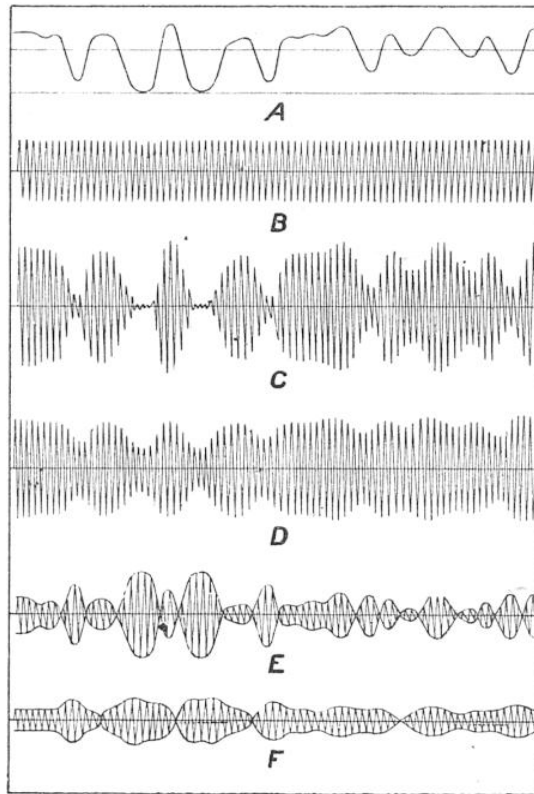

FIG. 1. — COURBES DES COURANTS ET DES ONDES OBTENUES
L'écartement de la sphère supérieure est réglable par une crémaillère à vis, qui se manœuvre également à distance. Les grandes dimensions du bâtiment provoquent ici une illusion de perspective, le conducteur qui paraît entre les deux sphères est, en réalité, fort éloigné (voir fig. 1). Le laboratoire Ampère mesure 18 mètres de hauteur, 20 mètres de largeur et 36 mètres de longueur ; il ne possède aucune fenêtre.
La figure 1 représente le courant modulateur (A) qui agit sur le courant porteur (B) pour donner le courant modulé (C).
À la réception, il va nous falloir opérer une opération inverse de la modulation effectuée à l'émission, et que l'on appelle « démodulation ». La démodulation opère la reproduction de l'onde modulatrice originale à basse fréquence, en partant de l'onde de transport sur laquelle elle a été imprimée. Or, le bon fonctionnement de l'appareil démodulateur nécessite que les courants de bande par lesquels sont transmises les caractéristiques de la parole soient accompagnés d'une quantité relativement grande de courant non modulé à la fréquence de transport. Seule, avons-nous dit, une partie relativement faible de l'énergie totale sert effectivement à transporter les variations caractéristiques du courant modulateur. Si donc ce courant porteur est fourni au démodulateur à l'aide d'une source locale et non plus par la station émettrice, l'énergie à transmettre sera de beaucoup réduite. La courbe *E*, figure 1, montre la forme d'onde obtenue avec le courant porteur supprimé quand les deux bandes sont présentes. La courbe *F* montre la forme d'onde avec le courant porteur supprimé quand une seule bande est présente. Dans l'application de cette méthode, il faut s'arranger pour éliminer, à l'extrémité émettrice, la composante à la fréquence de transport et pour la fournir à l'extrémité réceptrice à l'aide d'une